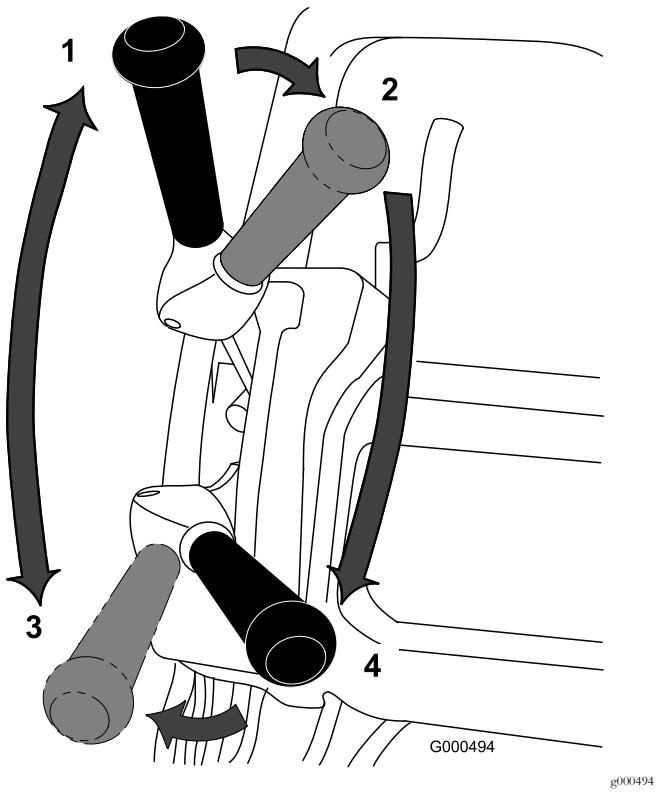

Figura 35
1. Ligue a máquina, regule o controlo de velocidade para a posição ZERO, empurre a pega para baixo para elevar a unidade de corte, pressione o controlo de presença do operador, mova a alavanca de tração para a posição de ENGATE (Figura 35) e aumente, gradualmente, a definição de controlo de velocidade para transportar o cortador para uma ponta do relvado.
3. Desengate a alavanca de tração e, em seguida, mova-a para a esquerda e para a frente, engatando a tração e transmissão do cilindro (Figura 35).